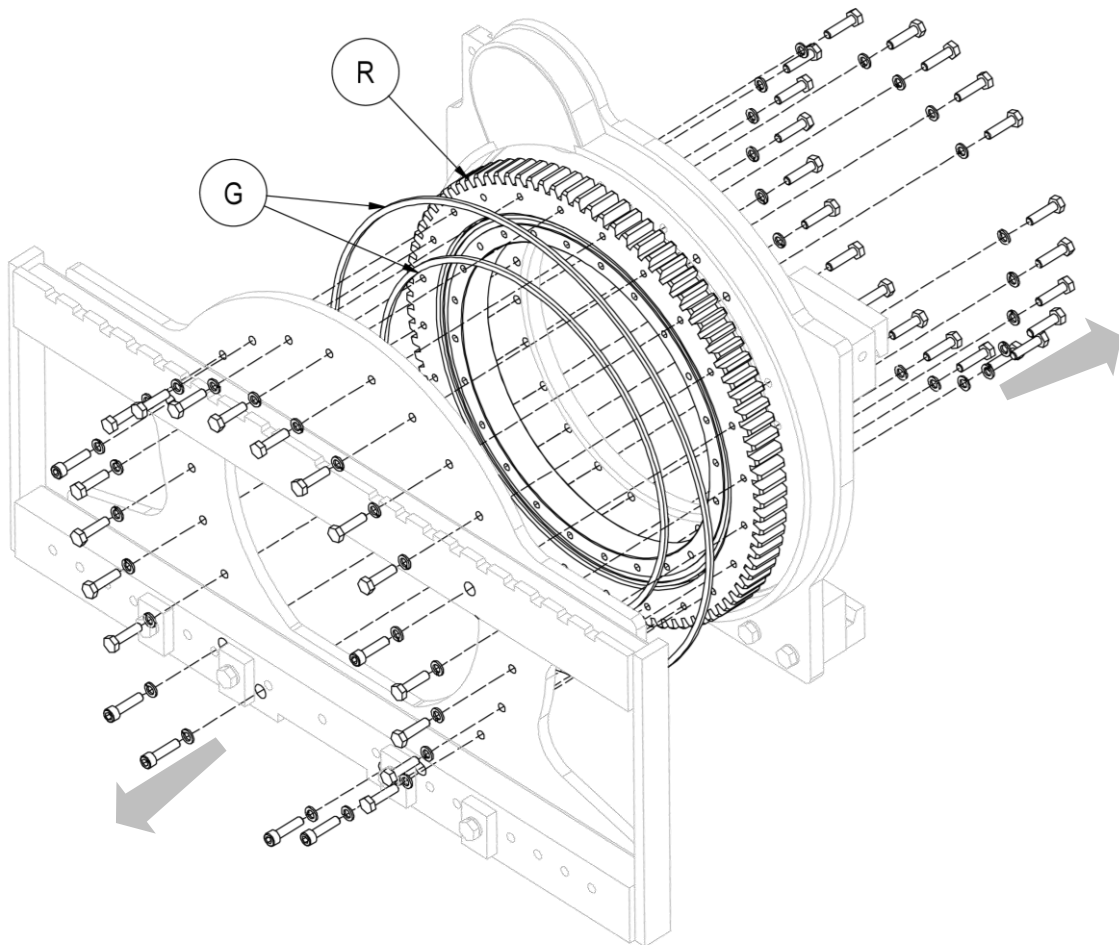

Figura 37
4. Rimuovere la parte anteriore del corpo rotante, assicurandosi di sorreggere in modo idoneo tutte le parti per poter effettuare l'operazione in sicurezza (vedi *Figura 37*).
5. Per poter rimuovere la ralla **R**, è necessario rimuovere anche le viti della parte posteriore dell'attrezzatura (vedi *Figura 37*).